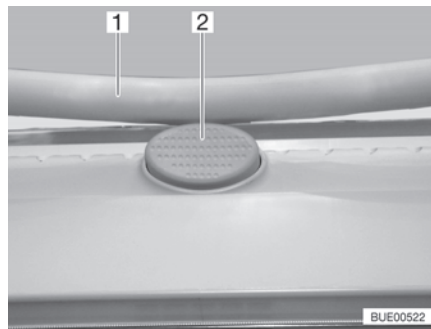

Bild 29 Låsknapp (Heki-taklucka)
- Tryck på låsknappen (Bild 29,2) och dra ner bygeln (Bild 29,1) med båda händerna.
- Tryck bygeln uppåt med båda händerna tills bygeln ligger ovanför låsknappen (Bild 29,2).
- Tryck på låsknappen (Bild 29,2) och dra ner bygel (Bild 29,1) med båda händerna.